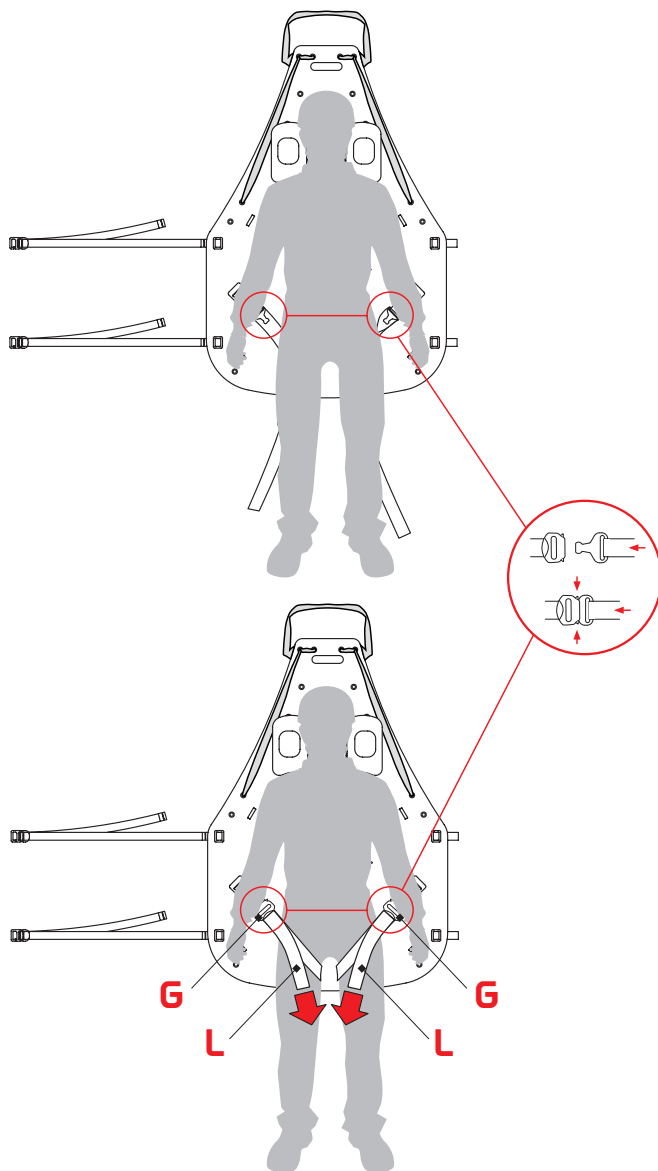

Fig.15
- a) accrocher les boucles automatiques (G) et tendre les tous de cuisse (L) – (fig. 15),